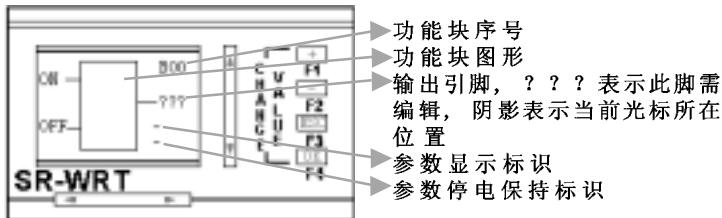
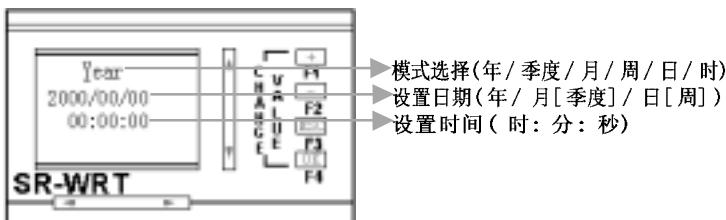

图 10.31 功能块编辑界面
图 10.32 时钟模块设置界面
1. 选择功能块: 在图 10.7 界面下将“>”移动到 17 SCHD 按 OK 键, 进入图 10.8 所示界面, 将“>”移到 YES 前, 按 OK 键进入图 10.31 所示的功能块编辑界面:
在图 10.31 所示界面中：B00 为此功能块的序号，是编程过程中自动生成，是不可编辑的，左边的 ON 表示在此位置可以修改 ON 日期，OFF 表示在此位置可以修改 OFF 日期。
3. 选择编辑点 ON：光标仍以“█”形式出现在 M00 下，我们需要编辑 ON 时间，所以按 OK 键，将光标由“█”形式变为“\_”形式，按 LEFT 或 RIGHT 键，光标就移动到 OFF 下，按 UP 键或 DOWN 键，光标出现在 ON 下，注意此时光标以“\_”出现在 ON 下，我们按 OK 键，出现图 10.32 所示的万能时钟时间编辑界面：
在图 10.32 中，“\_”为光标，我们可以用 UP、DOWN、LEFT、
RIGHT 键选择其位置,用 +、- 键改变其所在点的资料或模式,我们将图 10.32 中的 Year(年模式)改为 Day(日模式),时间改为 6:30 即可,如此我们就完成了 ON 时间的设定,按 OK 键,返回图 10.31,但此时光标以“■”形式出现在 ON 的“0”上,此时我们可以用 +、- 键选择此点的输入,若选择了“-”,即表示次点不用。由于我们需要用,所以选择“ON”,再按 OK 键,将光标变为“\_”,再选择编辑其它点。
6. 返回图 10.7 功能块选择界面: 经过以上几步,我们完成了对 B00 功能块的编辑,按 ESC 键,若所有的点都正确编辑了,则返回图 10.7 所示功能块选择界面,否则将错误点以“? ? ?”形式出现在图 10.31 所示的功能块编辑界面,并将光标以“■”形式出现在第一个? 上,以待编辑; 此处的错误包括以下三点:
选择并编辑 B01: 经过上述步骤,再选择 17 SCHD 功能块,经过图 10.8 确认界面进入图 10.31 功能块编辑界面,与图 10.31 略不同的是 B00 变为 B01,表示当前编辑的是第二个功能块。按照同编辑 B00 的方法将 B01 的输出编辑为 M01,ON 时间编辑为 17:30,OFF 时间编辑为 21:30 完成后按 ESC 键返回图 10.7 所示。
2. 为方便用户，我们设计了循环菜单，如在图 10.31 所示，目前光标在 WRT 第二行（由于第一行，前面的步序符为 Out1，现在我们想编辑 Out8，若按 DOWN，需按八次，太麻烦，直接按 UP 键，一次就可以将 Out8 显示在 Out1 位置，进行编辑）。